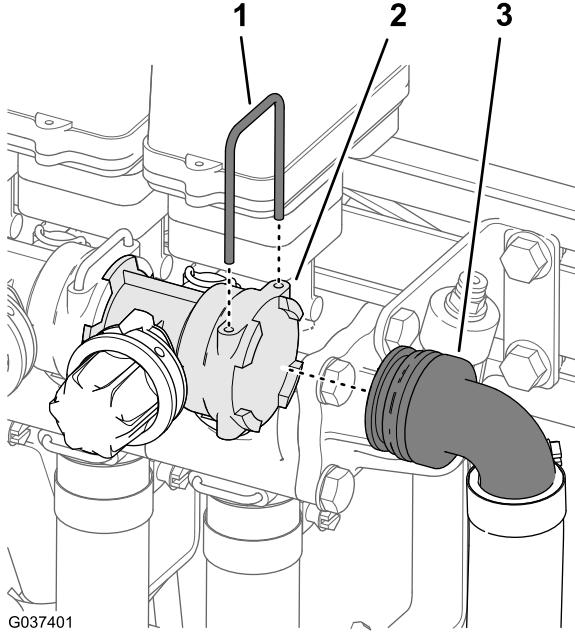

Figura 29
3. Retire o retentor que prende a união de 90° da tubagem à extremidade da válvula de distribuição da válvula do segmento da rampa direita (Figura 29).
- Retire a união de 90° da tubagem da válvula da distribuição (Figura 29).